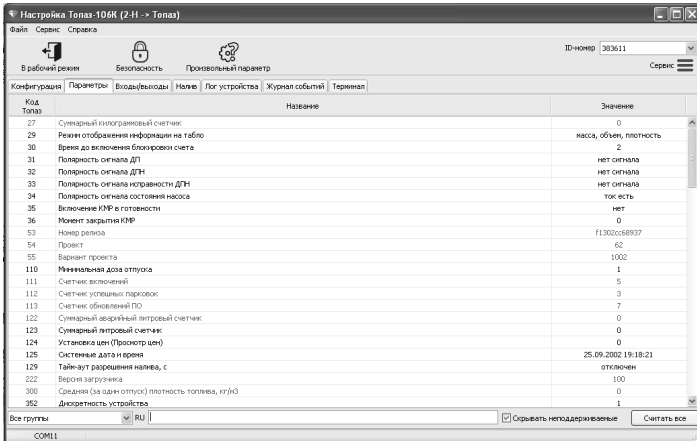

Рисунок 4
10.3 На вкладке "Параметры" (рисунок 4) можно просмотреть и при необходимости изменить значения параметров устройства. Параметры были считаны при считывании конфигурации устройства, возможно считать повторно все параметры нажатием на кнопку "Считать все" или только выбранный – из контекстного меню при нажатии правой кнопкой мыши.